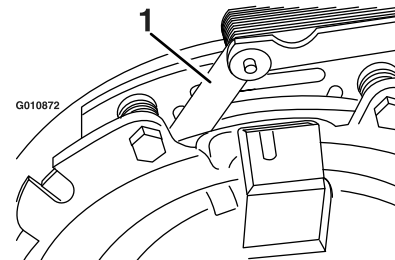
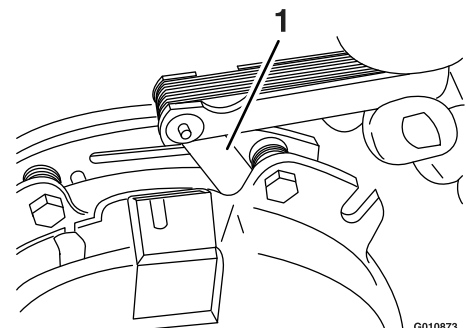

Bild 66
Bild 67
- E. Prüfen Sie mit einer Fühlerlehre (0,025 mm) den Abstand zwischen dem Drehzylinder und der Vorderseite der Lehre an beiden Seiten des Bremsschafts, wie in Bild 66 und Bild 67 abgebildet.